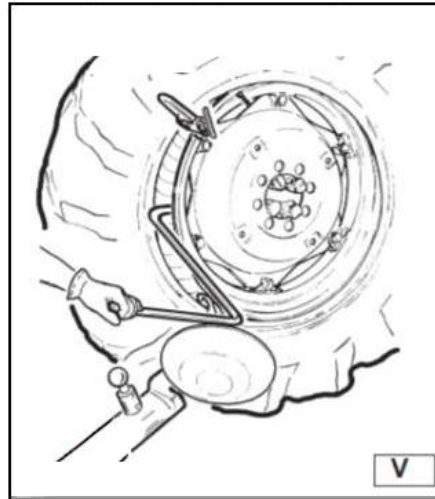

Рисунок 31
- Понемногу поворачивайте зажимное устройство по часовой стрелке до тех пор, пока вы не сможете вставить рычаг отжимного ролика на его место в съемном рычаге (см. рис. 31). Этот рычаг